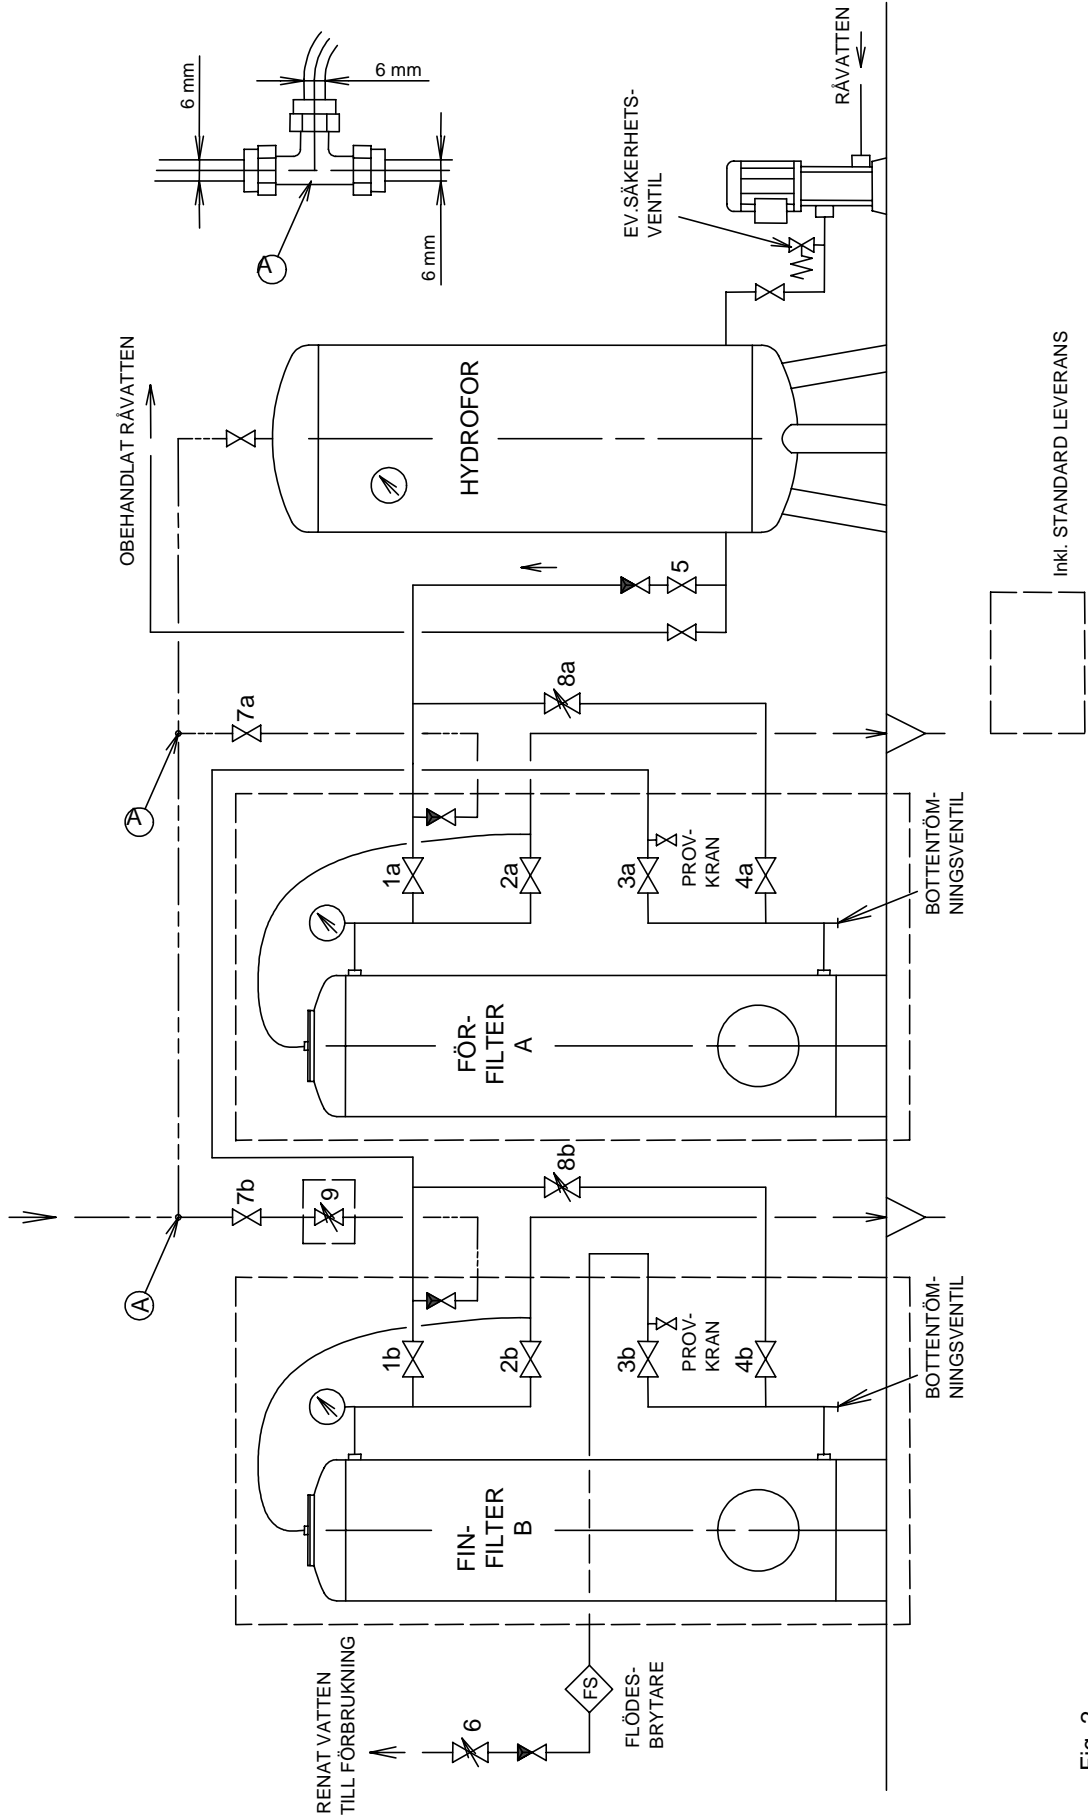

Fig. 2.
5. Filter som monteras efter hydroforen (Fig. 2) kräver en flödesströmbrytare. Montera flödesströmbrytaren vågrätt med elanslutningen uppåt.